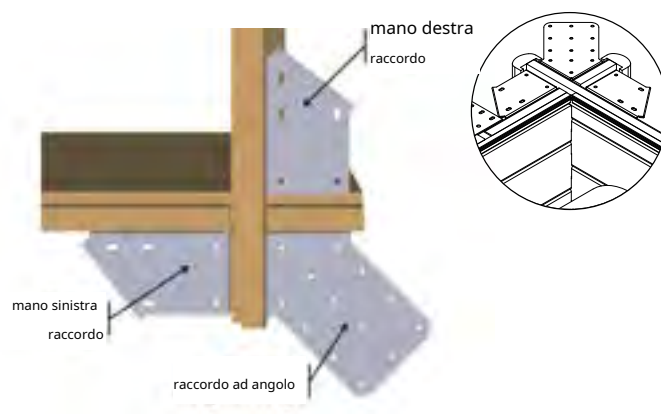

Figura 20 - Montaggio del raccordo negli angoli
I raccordi metallici hanno lo scopo di sostenere il bordo e consentirne il fissaggio in posizione. Assicurati che siano posizionati correttamente. Dovrebbero essere a filo con la parte superiore della parete della piscina e allineati tra loro e le piastre della mensola di copertura *Figura 20*
- In ciascuno degli angoli, montare un raccordo destro, uno sinistro e uno angolare come mostrato in *Figura 20* Utilizzare 4 viti di sicurezza 6 × 20, A2 SS (sacchetto G) per raccordo angolare 6 viti di sicurezza 6 × 20 in A2 SS (busta per raccordo, per un totale di 64 viti.